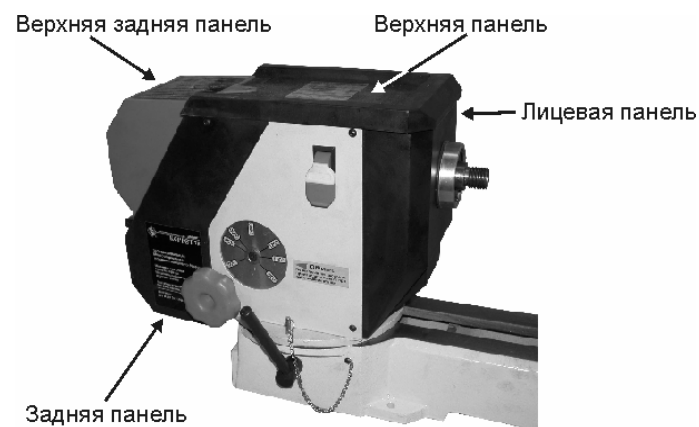

Рис.20
14.3. ЗАМЕНА ИЗНОШЕННОГО РЕМНЯ РЕГУЛИРОВКИ СКОРОСТИ (Рис.20, 21)